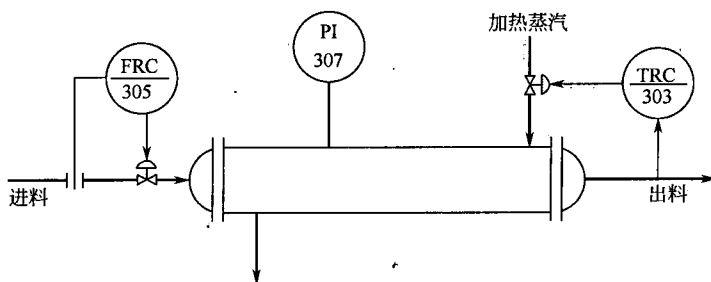

图 1-14 蒸汽加热器管道及仪表流程
5. 图 1-14 为某列管式蒸汽加热器的管道及仪表流程。试说明图中 PI-307、TRC-303、FRC-305 所代表的意义。
由图 1-14 可以看出，该蒸汽加热器设有一个进料流量控制回路、一个出料温度控制回路，另有一个压力的现场指示仪表。